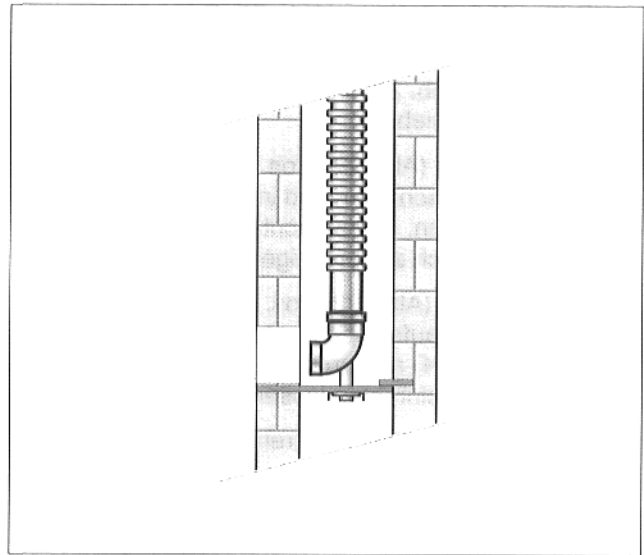

Abb. 24 Stützbogen
- Stützbogen auf Auflageschiene im Schornstein stecken (Abb. 24).